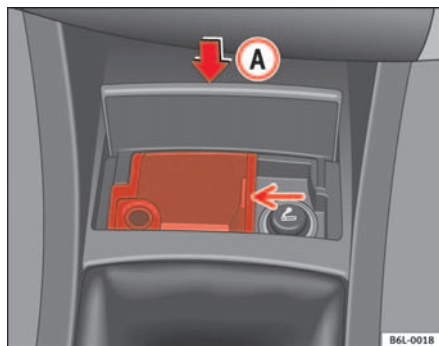

Fig. 81
- Pulse la parte inferior de la tapa del cenicero (A) ⇒ fig. 81 y ésta se abre automáticamente por efecto del muelle.